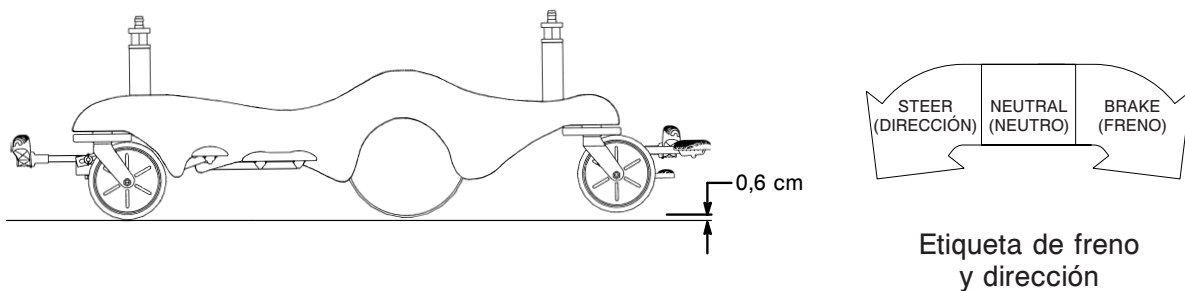

Figura 3.2: Posición de dirección
**Cuando el pedal de freno/dirección está en la posición de dirección**, las ruedas locas del extremo de los pies se elevan aproximadamente 0,6 cm y la camilla descansa sobre las dos ruedas locas del extremo de la cabeza y sobre las dos Big Wheel®, como se muestra en la Figura 3.2. Esto ofrece una mayor movilidad y facilita la dirección de la camilla.